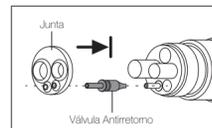

Fig. 48
- 4 Introduza corretamente a válvula antirretorno e volte a montar a junta posterior (Fig. 48).